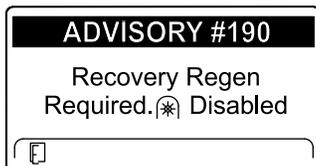

Figura 52
- Richiesta di rigenerazione di recupero - disabilitazione della presa di forza ADVISORY #190 (Figura 52)